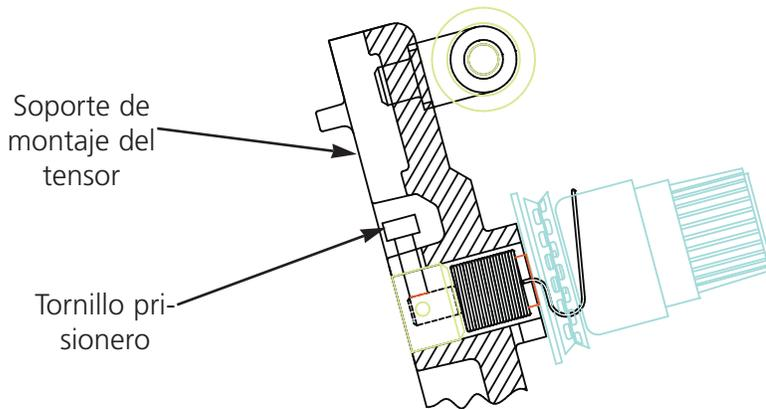

Figura 5-14
1. Afloje un poco el tornillo prisionero de la parte superior del soporte de montaje del tensor (vea la figura 5-14).